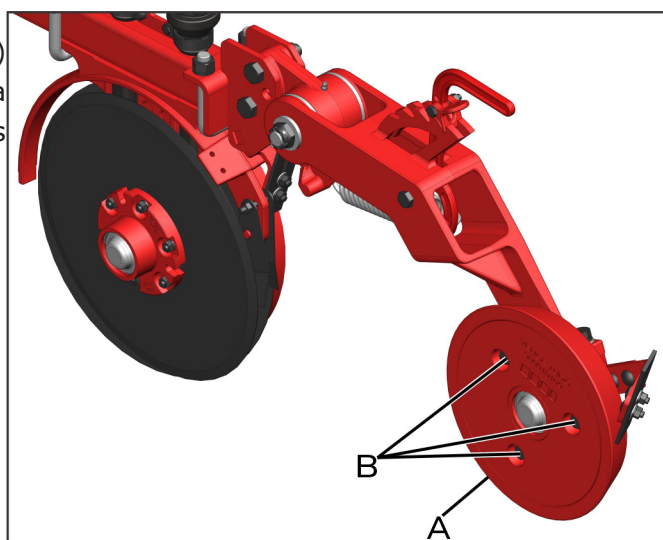

fig. 31
Las ruedas compactadoras tienen un peso (A) (fig. 31) interno, que se puede retirar para disminuir la compactación, Para retirar el peso, retire los tornillos (B)(fig.31).